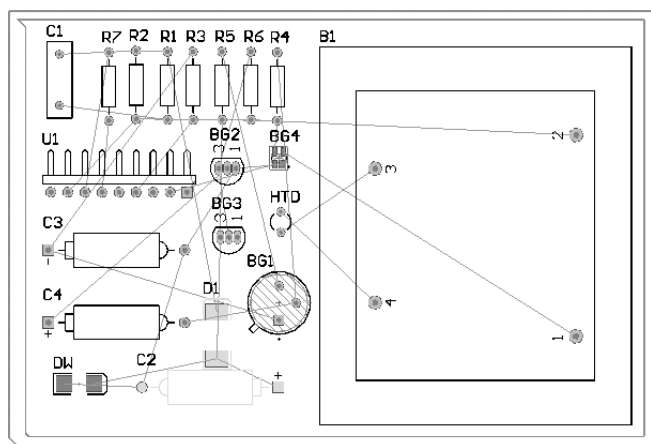

图 8-35 手工调整后的 PCB 图
1) 将边界外部封装模型拖动到电气边界内部, 并对其进行布局操作, 进行手工调整。调整后的 PCB 图如图 8-35 所示。